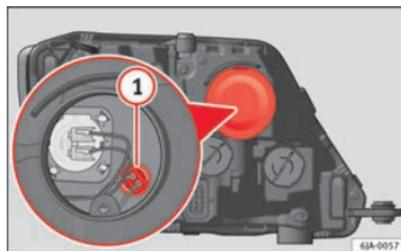

Fig. 153 Cambio de lámpara para la luz de posición
- Quite la tapa protectora ⇒ fig. 153.
- Extraiga el portalámparas ⇒ fig. 153 **1** tirando hacia afuera.